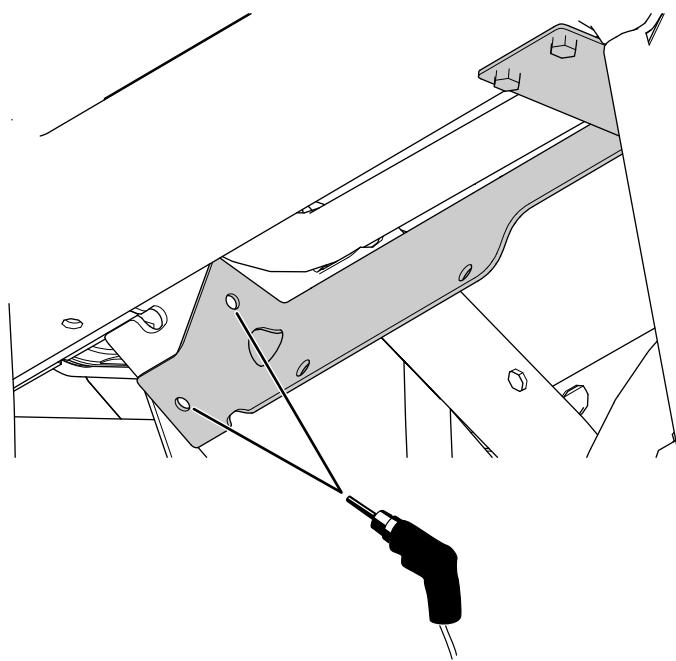

図 26
C. ヒーターブラケットを型紙として使って、ダッシュボードに穴 7.9 mm を2つ開ける図26。